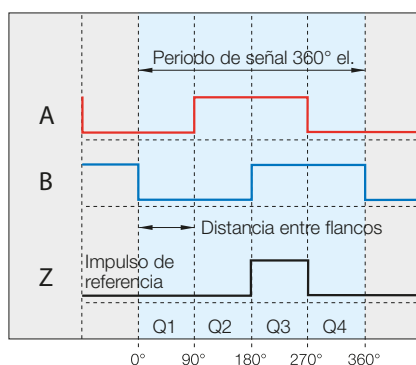
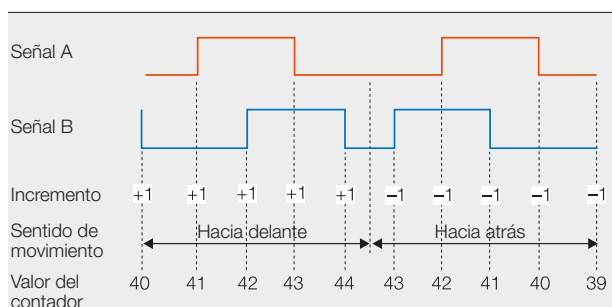

Fig. 6-1: Señales de salida digitales con un movimiento de avance
Fig. 6-2: Señales de salida BML con contador de periodos
Los impulsos A/B digitales son interpolados en la cabeza del sensor. Los dos impulsos digitales A y B tienen un desplazamiento eléctrico de fase de 90°; el signo del desplazamiento de fase depende del sentido del movimiento del sensor (Fig. 6-2). Cada cambio de flanco de A o B es interpretado por el contador de periodos (contador up/down) como un paso del contador. Si la señal A avanza, el valor indicado por el contador aumenta, pero si es la señal B la que avanza, entonces disminuye. Esto permite al control conocer en todo momento la posición incremental exacta sin tener que consultarla regularmente con el sensor (funcionalidad de tiempo real). La posición de la señal Z puede ser distinta (Q1-Q4, véase Fig. 6-1). Sin embargo, siempre se encuentra en la posición correcta físicamente y siempre mide un incremento de anchura.
- Una señal de referencia de polos periódicos (periodo = 10 mm, anchura de la señal de referencia = distancia entre flancos, Fig. 6-1). Si se deben transferir varias señales de referencia, se debe montar un interruptor selector externo en la señal de punto de referencia deseada.